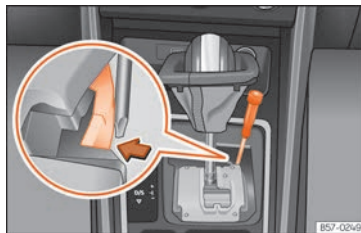

Abb. 104 Wählhebel: Notentriegeln aus der Parkstellung
- Drücken Sie seitlich mit Hilfe der flachen Seite des Schraubendrehers auf die gelbe Taste und halten Sie sie gedrückt >>> (Abb. 104).